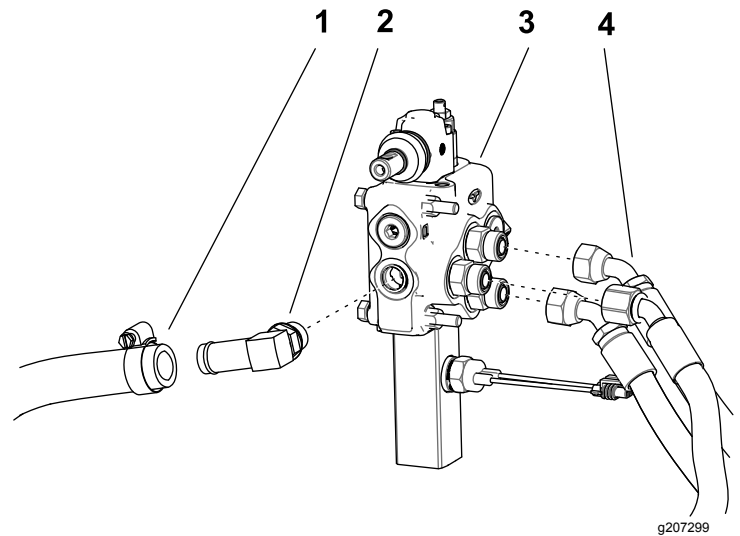

Figura 10
4. Scollegate i 3 flessibili di pressione dai raccordi diritti sul lato della valvola ausiliaria (Figura 10).
5. Scollegate il flessibile di ritorno fissato al raccordo a gomito nella parte posteriore della valvola ausiliaria allentando la fascetta stringitubo (Figura 10).
7. Rimuovete il raccordo a gomito dalla parte posteriore della valvola ausiliaria (Figura 10).
3. Contrassegnate i 3 flessibili di pressione e i fori illustrati nella Figura 10 con le corrispondenti posizioni dei fori, in modo da poterli installare nei fori corretti successivamente.